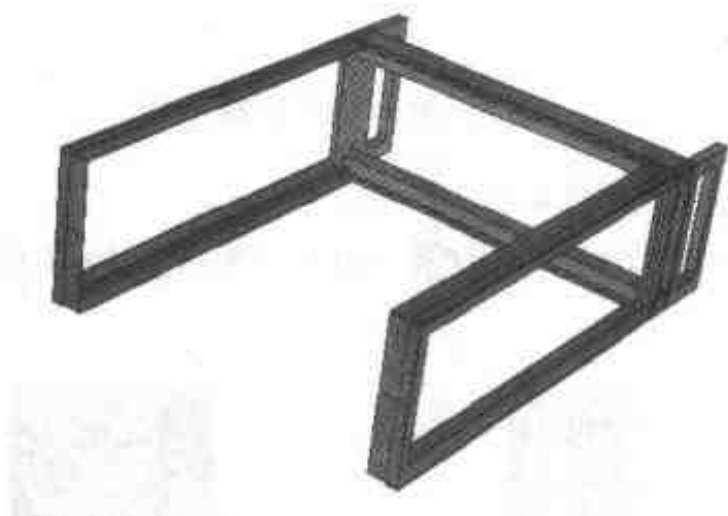

图 4.136 完成挡条的安装
(5) 用同样的方法, 将另一个面板挡条装入右边框, 结果如图 4.136 所示。